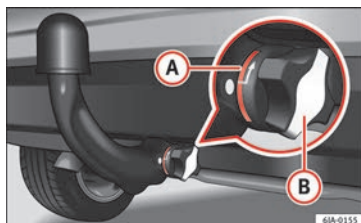

Fig. 199 Sujeción correcta de la barra de cabeza esférica.
- La marca roja **(A)** » » fig. 199 en la ruedecilla manual señala hacia la marca blanca en la barra de cabeza esférica.